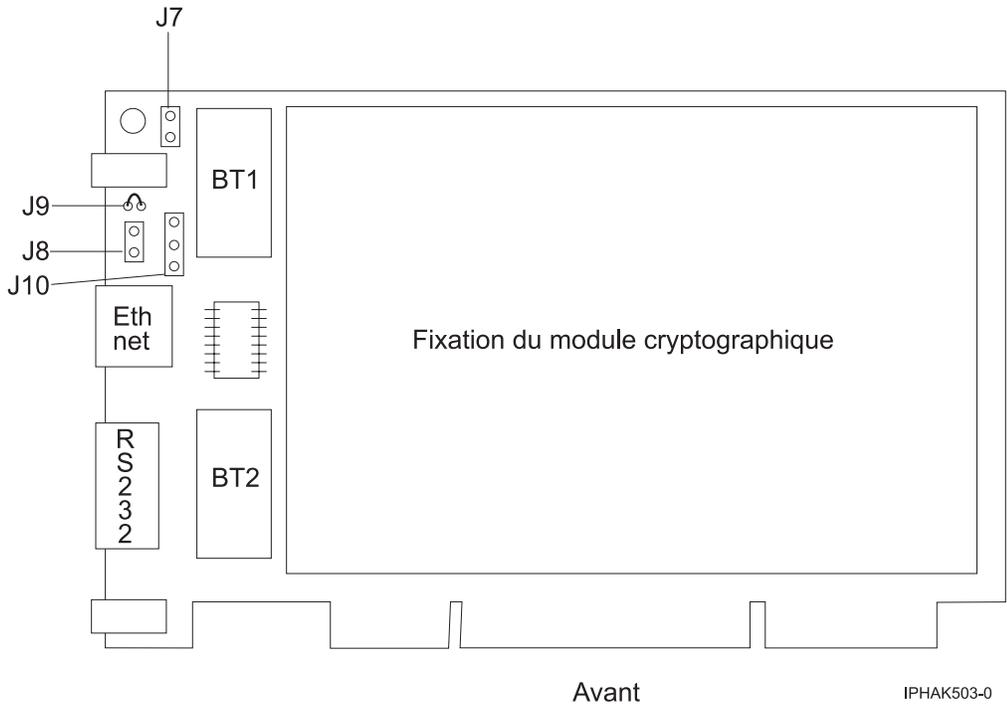

Figure 57. Recto de l'adaptateur
6. Insérez l'une des nouvelles batteries dans le bloc de batteries fourni avec le kit. Alignez le + de la batterie avec le + du bloc de batteries (l'extrémité avec le câble rouge). Connectez les câbles du bloc au connecteur J10 situé près du port série RS-232, comme illustré dans la figure 57, à la page 204. Le connecteur est polarisé pour garantir un branchement correct.